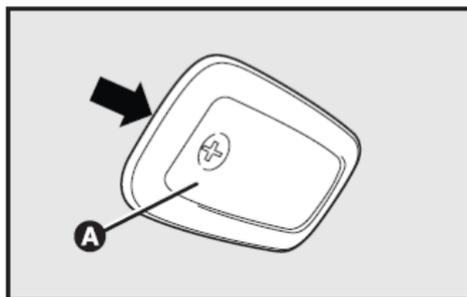

fig. 33
- Actúe en el punto indicado por la flecha con un destornillador (no suministrado), con cuidado para no dañar el techo y el plafón con la herramienta, y saque el plafón A-fig. 33.